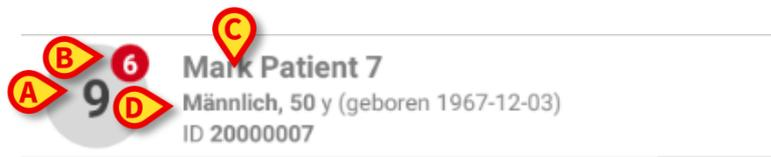

Abb. 109
Die Schaltfläche in Abb. 109 **D** zeigt das aufgenommene Foto.
Jedes Bett ist durch ein Viereck dargestellt (Abb. 109).
- Bettnummer (Abb. 109 **A**);
- Anzahl der nicht gehörten Nachrichten (wenn vorhanden) (Abb. 109 **B**);
- Name des Patienten in diesem Bett (Abb. 109 **C**);
- Patientendaten (falls verfügbar: Geschlecht, Alter, Geburtsdatum, Patienten-ID - Abb. 109 **D**).